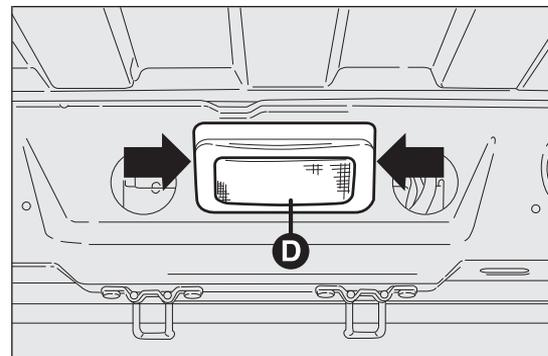
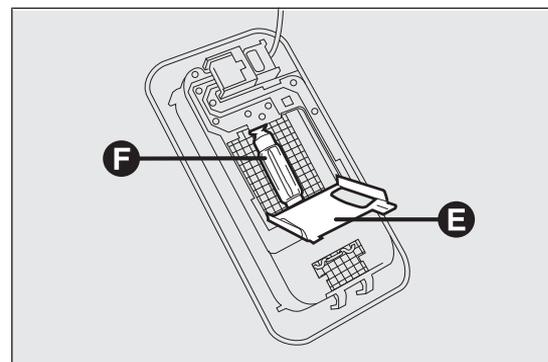

Abb. 210
Abb. 211
- auf die von den Pfeilen angegebenen Punkte einwirken, und die Deckenleuchte D Abb. 210 entfernen;
- Die Schutzklappe E Abb. 211 öffnen;
- die Lampe F Abb. 211 aus den Seitenkontakten lösen, austauschen und sicherstellen, dass die neue Lampe korrekt zwischen den Kontakten blockiert ist;
- die Klappe E Abb. 211 wieder schließen, und die Deckenleuchte D Abb. 210 in ihrer Aufnahme befestigen und sicherstellen, dass die Einrastung erfolgt ist.